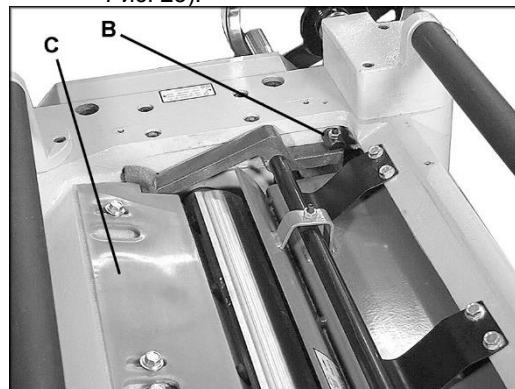

Рис. 25
- Ослабьте стопорные гайки (В, см. Рис. 25) с обеих сторон планки и прокрутите установочные винты.
- Когда прижимная планка коснется верхней части мерного блока, затяните стопорные гайки (В, см. Рис. 25).
Щиток (С, см. Рис. 25) предотвращает попадание стружки на ролик разгрузки. Щиток следует установить на расстоянии приблизительно равном 1,6 мм от лезвия ножа. Удостоверьтесь, что передний край устройства скошен и повторяет форму строгального вала.